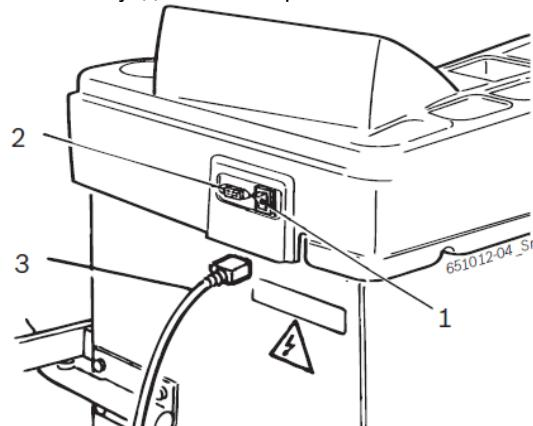

Рис. 4. Электрическое подключение:
- Включите станок для балансировки колес при помощи включателя/выключателя (рис. 4,поз. 1).